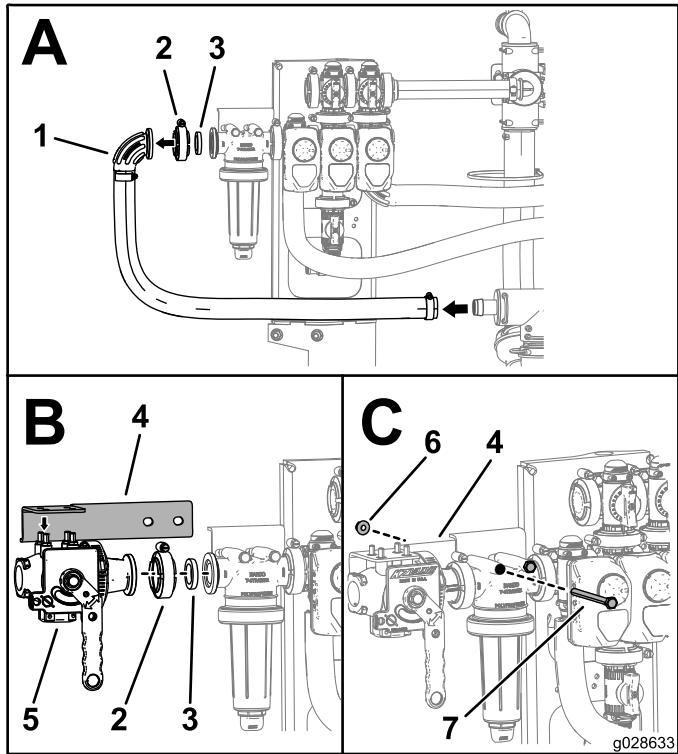

Figura 19
1. Togliete il gomito, il morsetto flangiato, la guarnizione, il gomito e il flessibile di entrata dalla testa del filtro di pressione (Riquadro A della Figura 19).
2. Posizionate la staffa della valvola sopra alla valvola del nebulizzatore, come illustrato nel Riquadro B della Figura 19.
3. Montate la valvola del nebulizzatore utilizzando la guarnizione e il morsetto flangiato rimossi alla voce 1; fate riferimento al riquadro B della Figura 19.
4. Fissate la staffa al gruppo della valvola della barra utilizzando i bulloni e i dadi attualmente montati sul filtro di pressione; fate riferimento al Riquadro C della Figura 19.